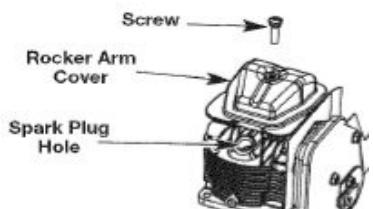

Рис. 31
5. Очистите поверхность в области крышки коромысла. Открутите винт, используемый для крепления крышки коромысла с помощью большой шлицевой отвертки или насадки Торх T-25 (Рис. 31). Снимите крышку коромысла и уплотнительное кольцо.
- поршень находится в верхней мертвой точке (положение поршня отчетливо видно через отверстие свечи зажигания (Рис. 31);